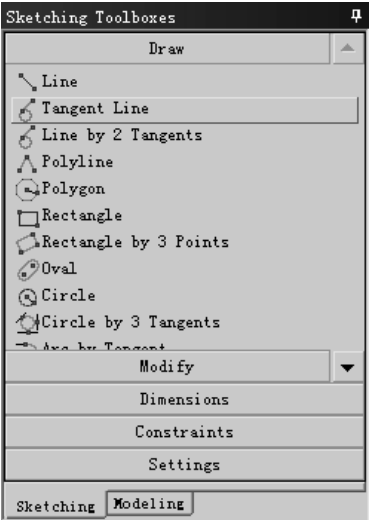

图 3.1.7 “Sketching Toolboxes”对话框
- ◆ 打开 **Sketching** 选项卡，弹出图 3.1.7 所示的“Sketching Toolboxes”对话框，使用该对话框可以进行二维草图的绘制、修改、尺寸标注、约束的添加及草绘环境的设置等，关于二维草绘内容将在 3.2 节中具体介绍。